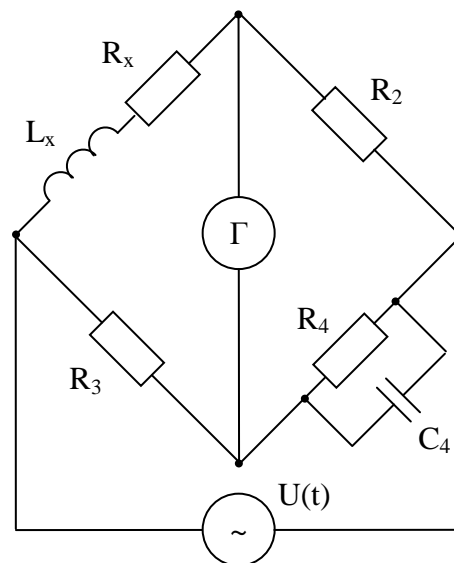

Рис. 7.
21. Мостовая цепь, изображенная на рис. 7, уравновешена. Определите R_x и L_x , если известно, что $R_2 = 100$ Ом, $R_3 = 100$ Ом, $C_4 = 1$ мкФ, $R_4 = 1000$ Ом.